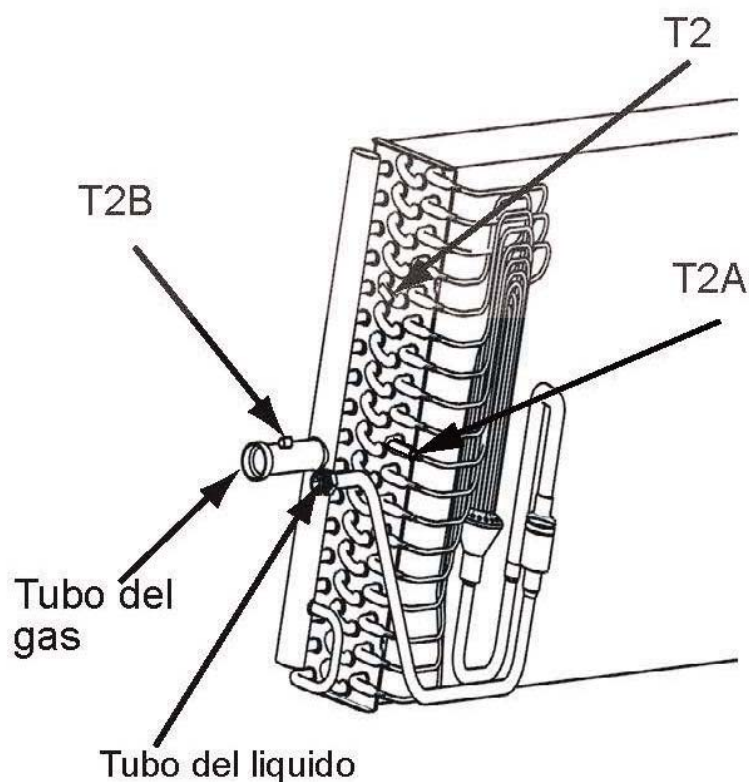

fig. 14
Posizione di montaggio dei sensori di temperatura del tubo T2A, T2 e T2B (Fig 14).
2) Come riportato nella tabella 2, con la presenza di più selettori ENC1 nel sistema, cambiano anche i settaggi di indirizzamento (Fig.14). Ogni singola scheda PCB del sistema richiede un indirizzo, denominato indirizzo effettivo; Quando il codice di potenza frigorifera ENC1 è settato nelle posizioni da E a 4, la relativa unità interna produrrà uno o più indirizzi virtuali corrispondenti ad valore basato sull'indirizzo effettivo settato; che un indirizzo sia effettivo o virtuale, questo indirizzo non può essere applicato su più macchine dello stesso sistema.
2) Display as the table 2, when there are different ENC1, the address setting will be different (Fig.14).